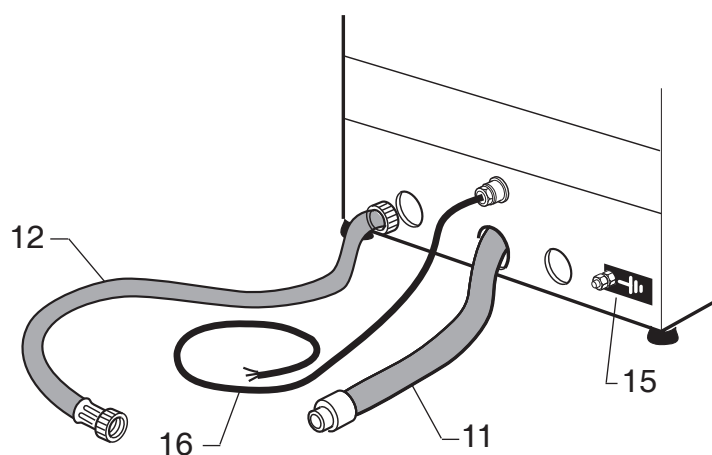

Fig. 6
3.1.a Ligação do tubo de descarga (Fig. 6)
- Inserir o tubo de descarga (11) no respectivo poço de descarga predisposto.